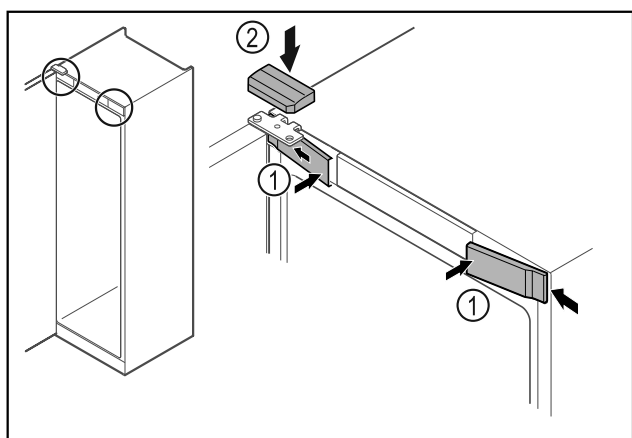

Fig. 23
- Agganciare le coperture anteriori Fig. 23 (1) di lato e innestarle.
- Innestare la copertura superiore Fig. 23 (2) dall'alto.